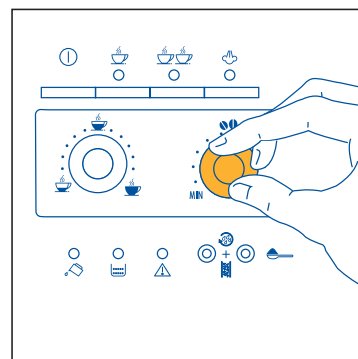
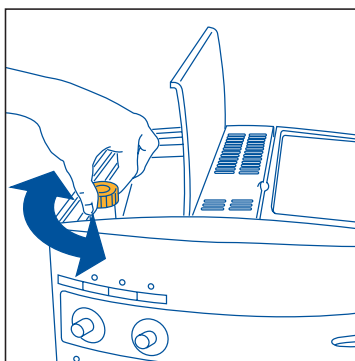

Fig.7
Fig.17
- 2) Regule el mando derecho (fig.7) para configurar el gusto deseado del café. Cuanto más lo gire hacia la derecha, mayor será la cantidad de granos de café que la máquina molerá y, por consiguiente, el gusto del café será más fuerte. La primera vez que se use la cafetera habrá que hacer varios cafés hasta encontrar la posición correcta del mando. Procure no girar totalmente hacia la derecha el mando porque el café podría salir muy lentamente (a gotas), especialmente cuando se desean servir dos tazas de café.
NOTA 1: : si el café sale en gotas o no sale, hay que girar el regulador del molido (fig. 17) una posición hacia la derecha (véase § 6). Proceda moviéndolo a una posición por vez hasta obtener una erogación satisfactoria.
NOTA 2: si el café sale muy rápido y la crema no le satisface, gire un poco el regulador derecho (fig. 7) hacia la derecha. Haga varios cafés para determinar la posición correcta del regulador. No gire mucho hacia la derecha porque el café podría salir muy lentamente (a gotas), especialmente cuando se desean hacer dos tazas de café. Si después de algunos cafés no obtiene una crema que le satisfaga, gire también el regulador del molido (fig.17) una posición hacia la izquierda (véase § 6).
Para resolver este inconveniente es necesario regular el molido del molinillo girando el regulador (fig.17) una posición hacia la izquierda (tal como descrito en el cap. 6).
De todas maneras, después de haber hecho los primeros cafés, si la erogación fuera muy rápida o muy lenta (a gotas) es necesario corregirla con el regulador del grado de molido (fig. 17). Girando el regulador una posición hacia la derecha (igual a una cifra), el café sale más rápidamente (sin gotas).